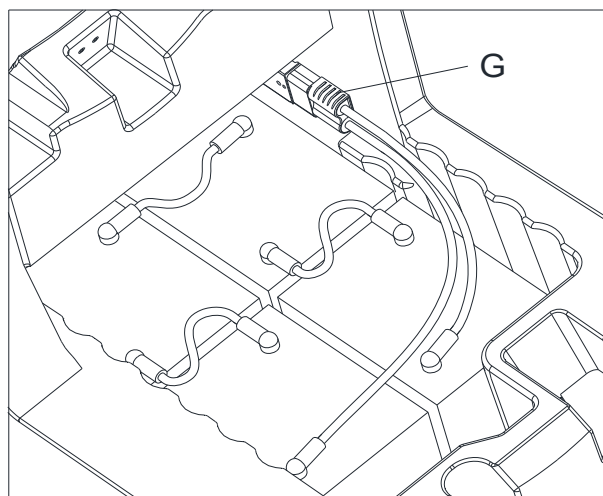

Рисунок 10
2. Отсоедините соединитель батареи (G, Рисунок 10).